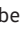

Fig. 168 En el compartimento del motor: tapón de la boca de llenado del aceite del motor.
4. Identifique la boca de llenado del aceite del motor y la varilla de medición del aceite. La boca de llenado del aceite del motor está identificada con el símbolo  sobre la tapa → fig. 168 y la varilla de medición del aceite con la empuñadura de color. Si no está claro donde se encuentran la tapa y la varilla de medición de aceite, entrar en contacto con un Concesionario Volkswagen o una empresa especializada.
9. Desenroscar la tapa de la boquilla de llenado de aceite del motor → fig. 168.